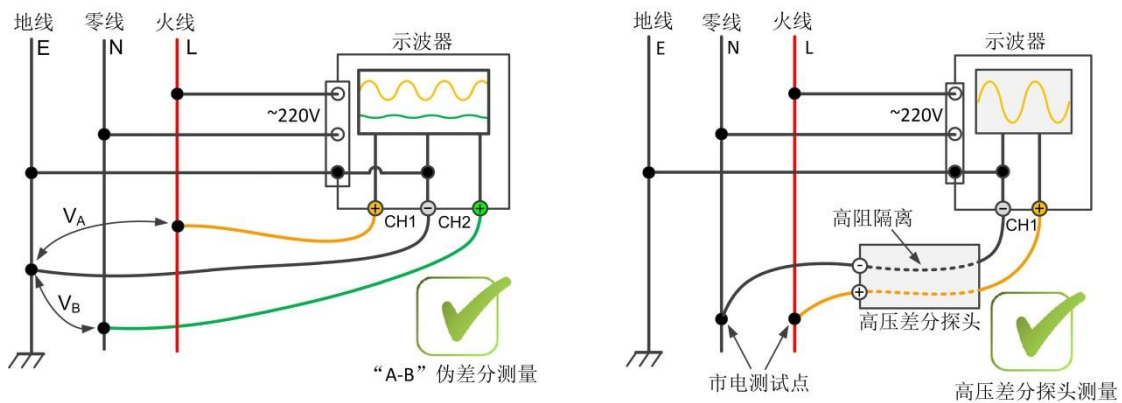

图 1.11 推荐的测量方法
- (1) 使用专用的隔离示波器；
- (2) 使用高压差分探头（图 1.11 右）；
- (3) 使用伪差分测量，即“A-B”测量（图 1.11 左）。
事实上，市电是可以使用普通的无源探头进行安全可靠地测量的，不过此方法必须使用两个通道，将两通道探头的负端（地）均接至电源地线，一个通道的探头探针（正端）接零线，另一个通道的探头探针（正端）接火线（如图 1.11 左所示），则两通道的测量差值即为市电波形，打开 Math 数学运算对 CH1 (V_A) 和 CH2 (V_B) 做减法运算即可。测量时需要注意以下事项：
高压差分探头, 是专门用来测量高压信号的, 探头测量端是差分的, 火线和零线测试点正反接都没关系, 探头内部通过高阻的方式将测量端的地和示波器的地隔离开来, 可等效为浮地测量, 测量方式如图 1.11 右所示。